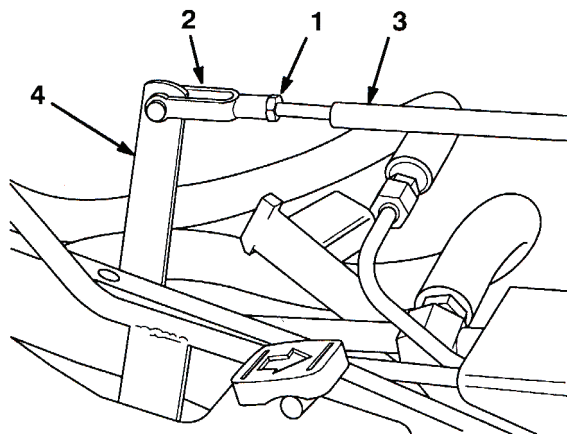

図46
3. 調整レバーを手で動かして、芝刈りペダルと上昇ペダルを同じ高さにそろえる。また、ヨークの穴と調整レバーの穴が整列するようにヨークを調整する（図46）。